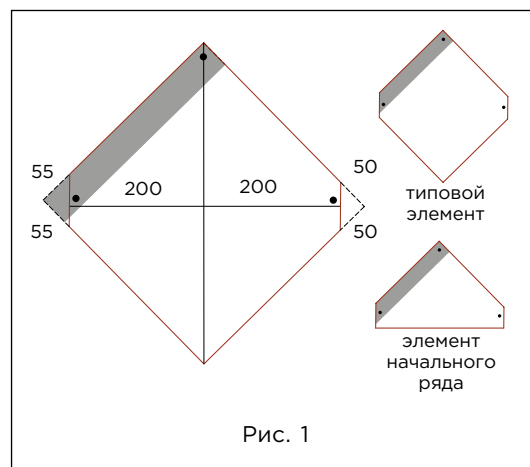

Рис. 1
- Типовые элементы Престиж Версаль выкраиваются из листов Престиж Компакт (рис. 1);
- элементы начального ряда формируются из типовых элементов (рис. 1), укладываются по линии карниза в обе стороны от линии AD и фиксируются по нижнему краю битумной мастикой и тремя гвоздями (рис. 3а);